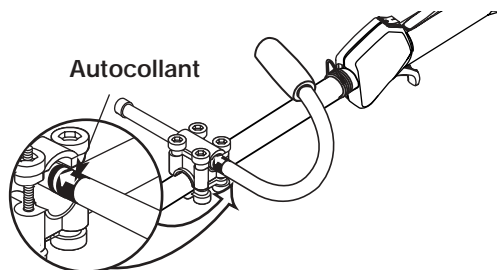

Fig. 2
1. Placez la poignée en J entre les brides supérieure et médiane (Fig. 2).
2. Maintenez les trois pièces ensemble et introduisez les quatre (4) vis dans les brides supérieure et médiane.
5. Glissez la poignée en J en un mouvement de va-et-vient jusqu'à ce que la flèche/ligne blanche de l'autocollant touche la bride (Fig. 2).